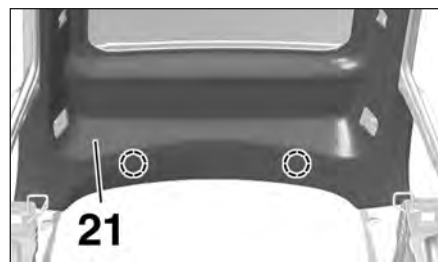

FIG.83
• Dégrafer l'arrière de la garniture de pavillon (21) (Fig.83).